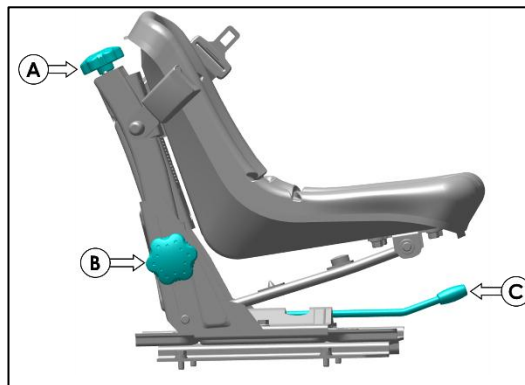

Abb. 109 – FAHRERSITZ
- A)** Gewichtseinstellung: Mit dem Knopf (A in Abb. 109), um das Gewicht entsprechend dem Bediener einzustellen, während dieser auf dem Sitz sitzt. Achten Sie darauf, dass die Pfeile an Rückenlehne und Rahmen übereinstimmen.